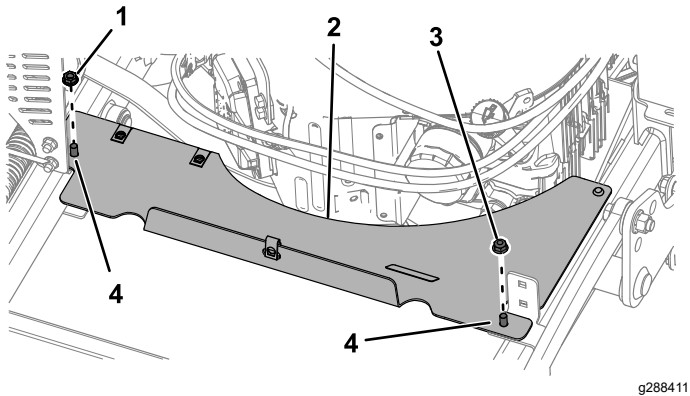

Figura 4
2. Retire a porca sextavada (5/16 pol.) e porca (5/16 pol.) que prendem a extensão da proteção aos parafusos da carroçaria (**Figura 4**). Retire a extensão da proteção